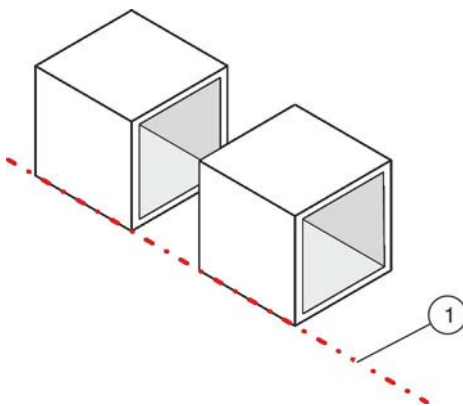

Fig. 11: Alignement des caissons de la centrale
3. ▶ Aligner les caissons de la centrale en les disposant affleurants (Voir la Fig. 11/1).